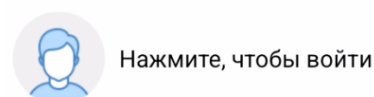
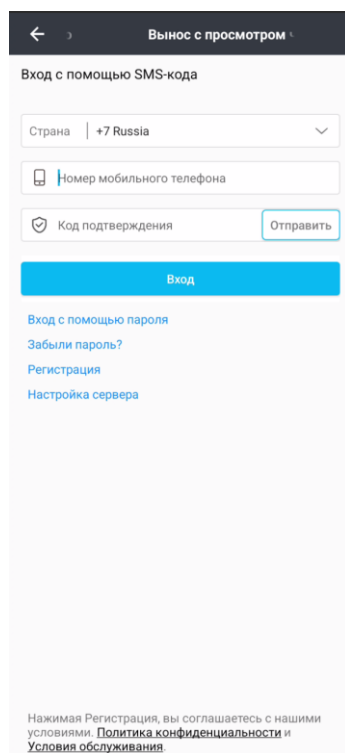
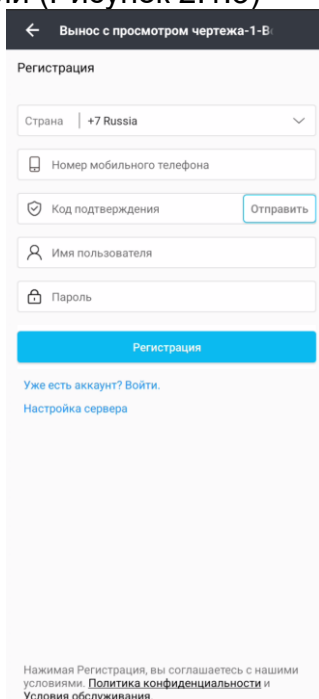

Рисунок 2.1.1
Рисунок 2.1.2
Рисунок 2.1.3
1. Нажмите на иконку (Рисунок 2.1.1), после откроется меню Войти в Облако (Рисунок 2.1.2).
- Нажмите Регистрация (Рисунок 2.1.2), по нажатию которой будет выполнен переход в меню Регистрации (Рисунок 2.1.3)